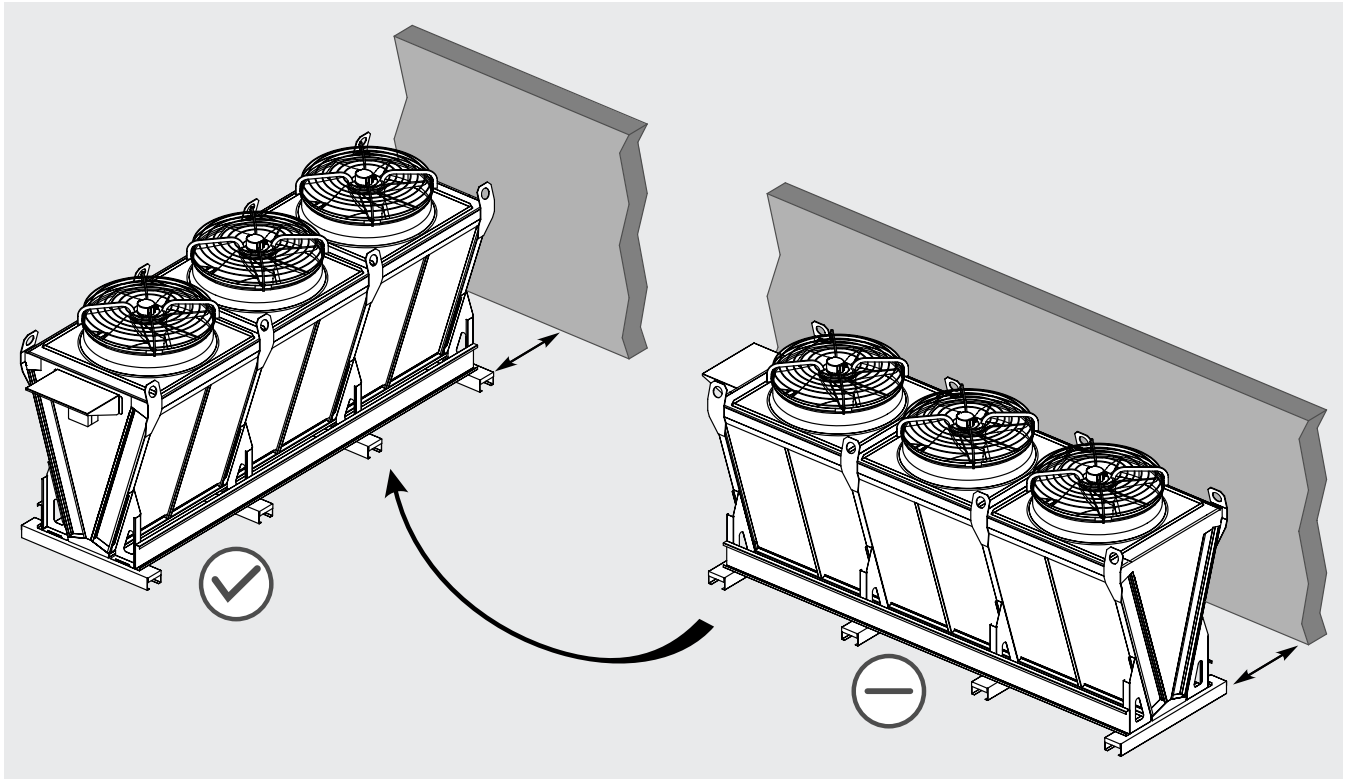

Figure 6
- 4.7 En cas d'installation à proximité d'un mur ou d'un autre obstacle susceptible d'affecter de manière significative le flux d'air à travers l'échangeur de chaleur (clôtures, haies, brise-vent, etc.), positionner le modèle, dans la mesure du possible, avec la surface d'aspiration orthogonale à l'obstacle. Voir la Figure 6.